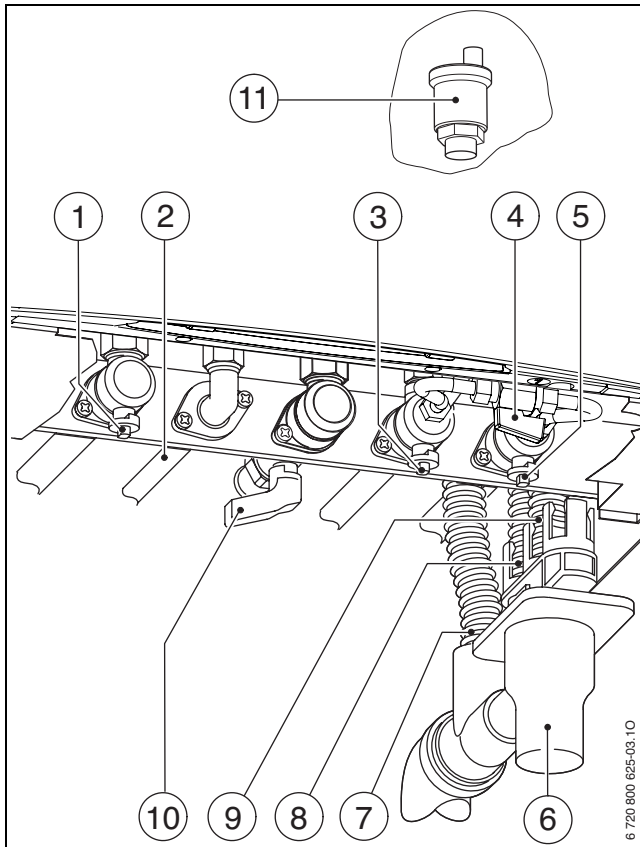

Fig. 21 Collegamenti
- ▶ Aprire i rubinetti di mandata riscaldamento e ritorno riscaldamento (→ fig. 21, [1] e [5]).
- ▶ Aprire il rubinetto dell'acqua fredda (→ fig. 21, [3]).
- ▶ Aprire il disaeratore automatico (lasciarlo aperto) (→ fig. 21, [11]).
- ▶ Aprire il rubinetto del gas (→ fig. 21, [10]).